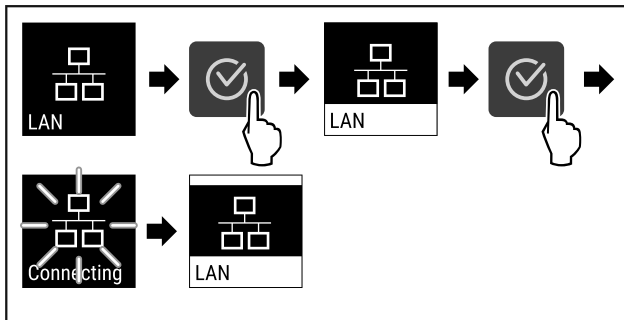

Fig. 91
- ▶ Atlikite veiksmus (žr. Fig. 91).